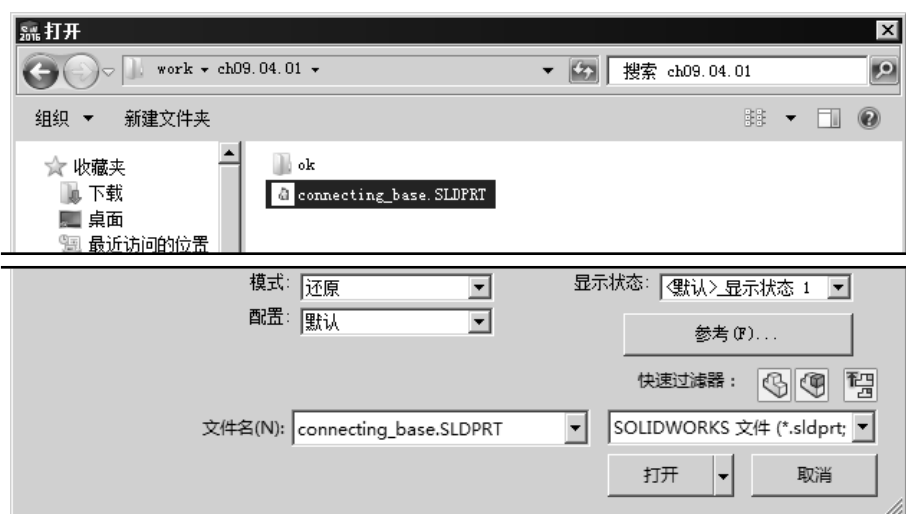

图 9.4.3 “打开”对话框
Step2. 选择零件模型。在系统提示下，单击 **要插入的零件/装配体(E)** 区域中的 **浏览(B)...** 按钮，系统弹出如图 9.4.3 所示的“打开”对话框；在“查找范围”下拉列表中选择目录 D:\sw18.1\work\ch09.04.01，然后选择 connecting\_base.SLDPRT，单击 **打开** 按钮，系统弹出“模型视图”对话框。